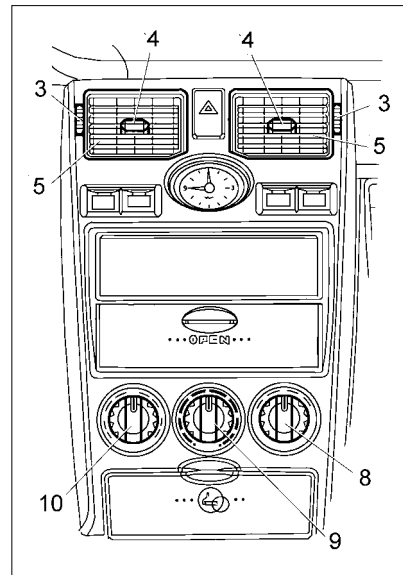

Рис. 38. Переключатели обогрева
7 – поворотные переключатели системы вентиляции и отопления салона (рис. 38).
– регуляторами управления заслонками сопел 3 и ручками регулировки направления воздушного потока 4 (рис. 38) направить воздух в салон.